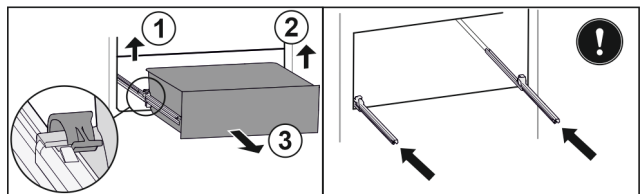

Fig. 164
- ▶ Linke Klemme anheben und gleichzeitig Schubfach links nach vorne ziehen. Fig. 164 (1)
- ▶ Rechte Klemme anheben und gleichzeitig Schubfach rechts nach vorne ziehen. Fig. 164 (2)
- ▶ Schubfach nach vorne entnehmen. Fig. 164 (3)